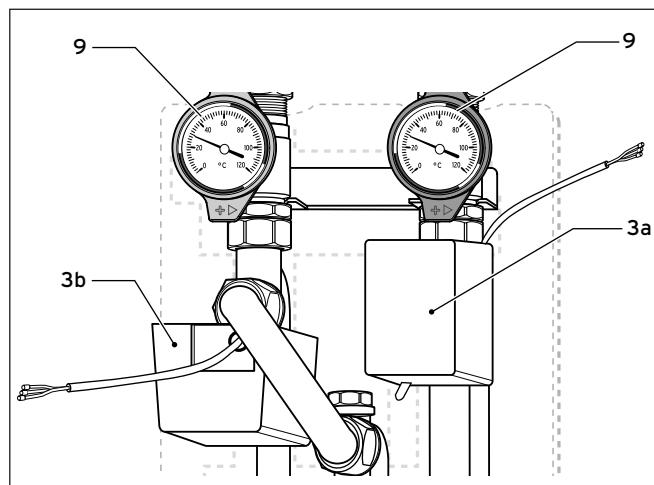

Рис. 3.1 Положение установки вентилей
- Закрыть запорные вентили (9) подающей (2) и обратной (1) линий отопительного контура.
- Вставить новый вентиль с электроприводом (см. рисунок 3.1 - следите за правильностью положения установки вентилей!), привинтить и подсоединить кабель.